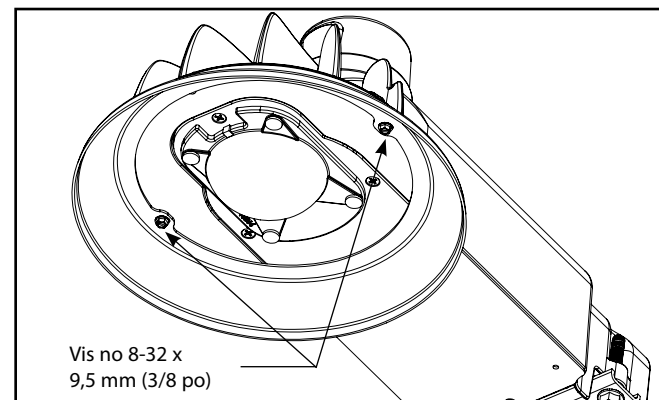

Figure 11.
- Insérez les vis autotaraudeuses à formage de filet 8-32 x 12,7 mm (1/2 po) dans les orifices de montage. Serrez à un couple de 1,3 à 1,6 Nm (12 à 14 po-lb). (Figure 11.)